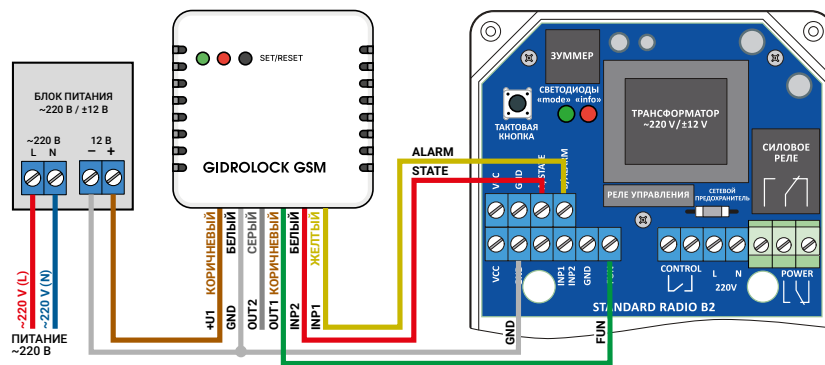

Рис. 5. Схема подключения GSM-модема GIDROLOCK с внешним блоком питания (пример подключения).
5.6 К блоку управления можно подключить GSM-модем GIDROLOCK. Схема подключения приведена на рис.5. Для питания GSM-модема GIDROLOCK потребуется внешний отдельный блок питания 220В/8...15В (1,0А).